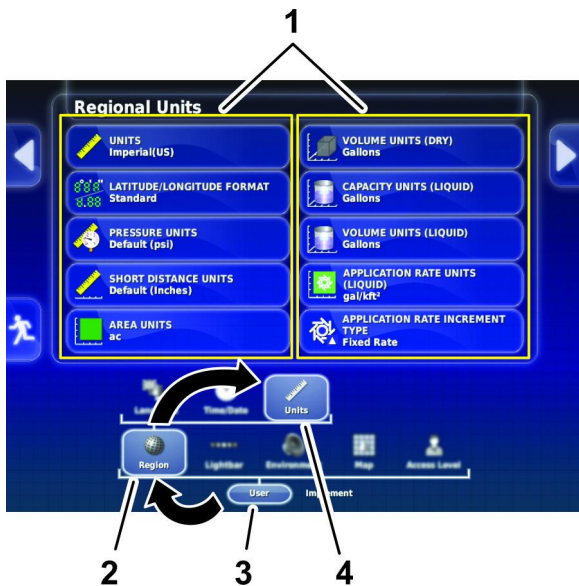

Bild 20
2. Tippen Sie auf das Symbol USER (Bild 20).
3. Tippen Sie auf das Symbol REGION (Bild 20).
4. Tippen Sie auf das Symbol EINHEITEN (Bild 20).